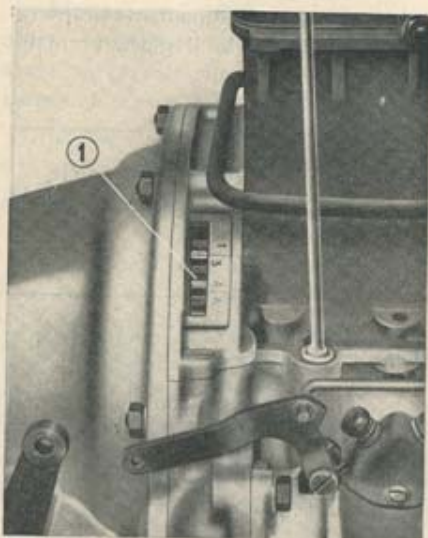
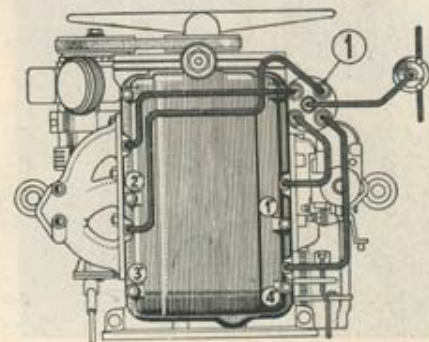

Fig. 8. - Indice per la messa in fase della distribuzione.
Fig. 14. - Ordine di accensione dei cilindri.
- b) Far girare — con la manovella — l'albero motore fino a che il dente del volano motore, segnato con la lettera « O » non venga a coincidere con l'indicazione 1/3 segnata sul bordo della feritoia della scatola del volano (ved. fig. 8) ed il pettine dello spinterogeno sia in corrispondenza del contatto del cavo che va al cilindro N. 3 (vedi fig. 14).